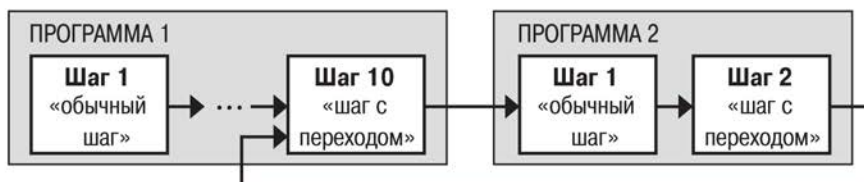

Рисунок 3.3 – Примеры Программ, реализуемых с применением различных видов шагов
- программу, состоящую более чем из 10 Шагов (см. рисунок 3.3, б, г, который представляет примеры Программ, реализуемых с применением различных видов Шагов);
- программу, работающую по бесконечному циклу (рисунок 3.3, в, г).
Нециклическая Программа в ТРМ151 (рисунок 3.3, а, б) состоит из последовательности «обычных шагов» и «шагов с переходом», которая заканчивается Шагом типа «конец программы».